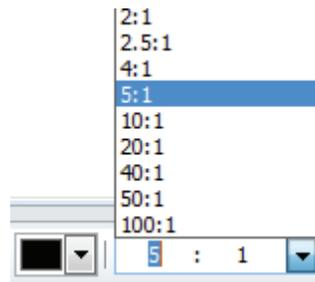

Рис. 8.25
- На Панели свойств раскройте список поля **Масштаб** и укажите масштаб увеличения 5:1 (рис. 8.25). Можно использовать масштаб 10:1.